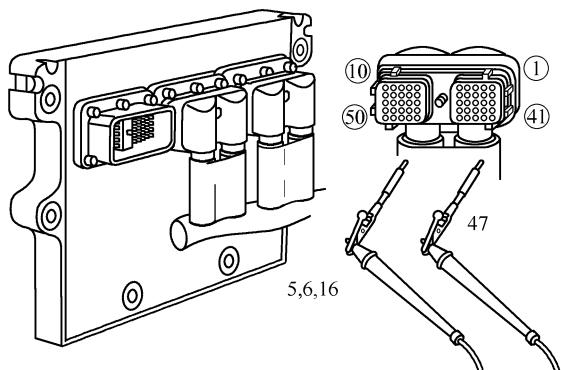
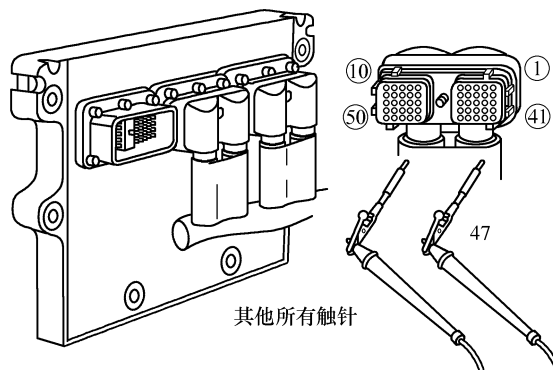

图 3-16 测量触针 47 与 5、6、16 触针之间的电阻
图 3-17 测量触针 47 与所有其他触针之间的电阻
① 断开钥匙开关, 从加速踏板位置传感器上断开 OEM 线束, 从 ECM 上断开 OEM 线束插头。
② 分别测量加速踏板位置传感器信号线触针 47 与 OEM 线束插头触针 5、6、16 之间的电阻 (图 3-16), 均应大于 $100\text{k}\Omega$ 。若不合格, 维修或更换 OEM 线束。
② 分别测量加速踏板位置传感器信号线触针 47 与其他所有触针之间的电阻 (图 3-17), 均应大于 $100\text{k}\Omega$ 。若不合格, 维修或更换 OEM 线束。
① 连接所有部件, 打开钥匙开关, 将加速踏板踩到底 3 次, 松开踏板, 再断开钥匙开关。
② 起动发动机, 并怠速运转 1min , 使用服务软件清除非现行故障码。